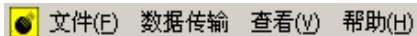

图 6-8
- | **菜单栏:** 由 4 个下拉菜单项组成, 如图 6-8 所示。单击每个菜单项都会出现一个下拉菜单, 各对应一组功能。这 4 个菜单项的子菜单项包含了本软件的全部功能。当某些菜单项呈置灰状态时表示当前状态下此功能无效。